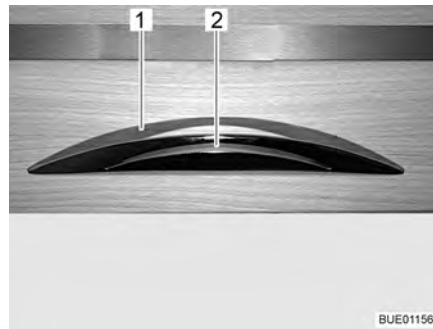

Fig. 43 Sportello del mobile con maniglia di sbloccaggio
- Premere la maniglia di sbloccaggio (Fig. 43,2) e mantenerla premuta.
- Tirare la maniglia di sbloccaggio (Fig. 43,1) finché lo sportello del mobile non si apre.